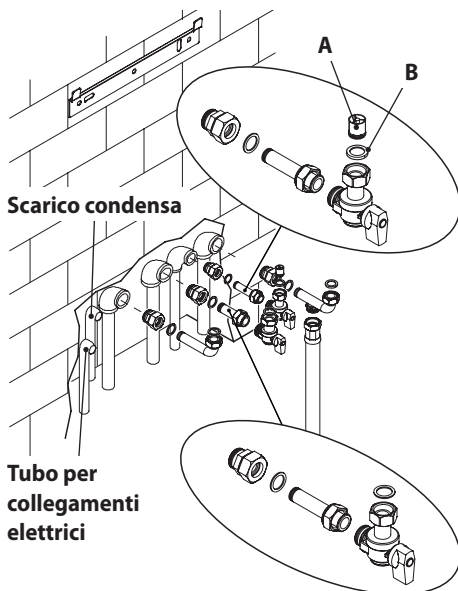

Figura 5.3
- Inserire la valvola di non ritorno (A) all'interno del raccordo "riempimento del circuito riscaldamento" e posizionare la guarnizione con filtro (B) (Figura 5.3 e Figura 5.4)